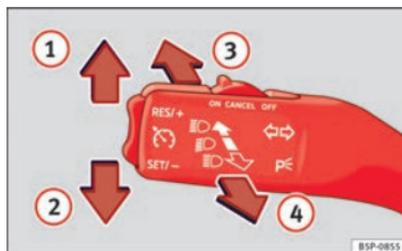

Fig. 73 Levier des clignotants et des feux de route.
- Levez le levier jusqu'en butée ⇒ fig. 73 ① pour actionner les clignotants **droits** ou abaissez-le jusqu'en butée ② pour actionner les clignotants **gauches**.
- Si les feux de croisement sont allumés, poussez le levier vers le volant ⇒ fig. 73 ③ pour allumer les feux de route.
- Poussez le levier vers le volant ⇒ fig. 73 ④ pour allumer les feux de route.